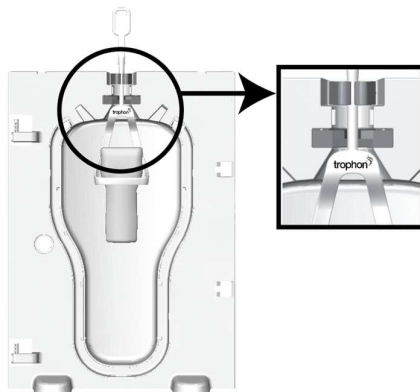

Abbildung 4
- **WUPH-A** Der trophon Wireless Ultrasound Probe Holder-A (WUPH-A) ist für das Halten einer kabellosen Ultraschallsonde in der trophon-Kammer bestimmt. Es ist sowohl für die Verwendung mit dem trophon EPR, dem trophon2 als auch dem trophon3 geeignet (siehe Abbildung 4 bzw. Abbildung 5).